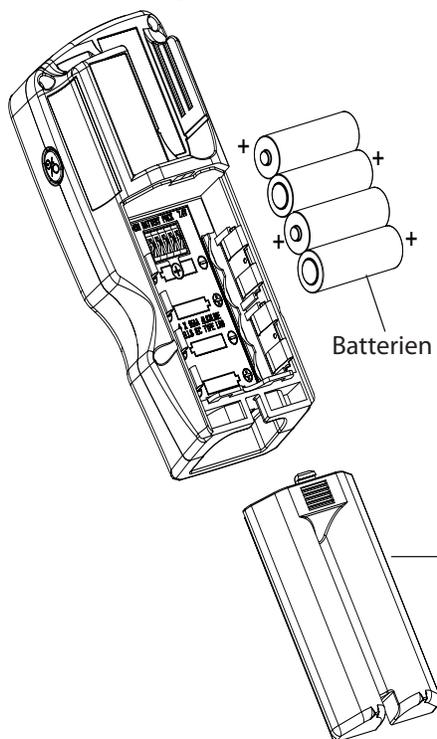
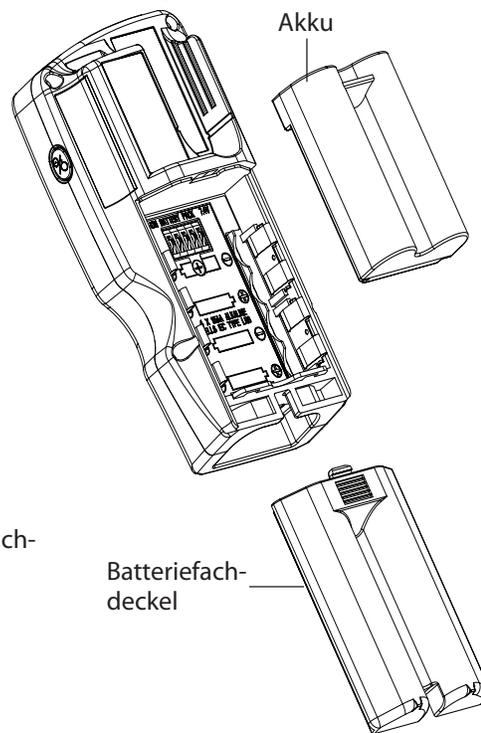

Abbildung 4-2A: Einlegen von alkalischen Mignonzellen (LR6)
Abbildung 4-2B: Lithium-Ionen-Akku
Das Oximeter verwendet vier (4) übliche alkalische Mignonzellen (IEC Typ LR6) (Abbildung 4-2A) oder einen speziellen Lithium-Ionen (Li+) Akku (WW1090 - Abbildung 4-2B).